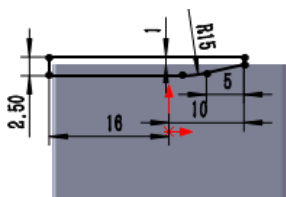

图 14.3.18 横断面草图
② 定义横断面草图。在草图环境中绘制图 14.3.18 所示的横断面草图。
(3) 定义切除深度属性。在“切除—拉伸”对话框 **方向 1** 区域的  下拉列表中选择 **完全贯穿** 选项，选中 ☒ **正交切除(N)** 复选框。其他选择默认设置值。
(4) 单击  按钮，完成切除—拉伸 1 的创建。